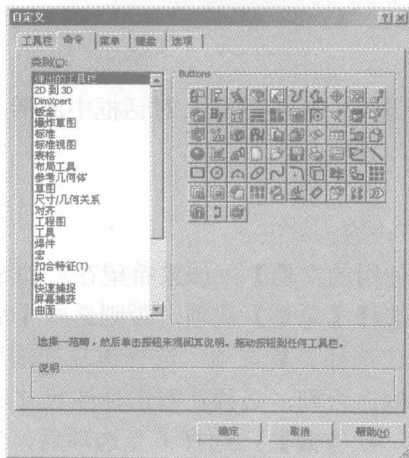

图 1-15 【Buttons】分组框
(1) 在【工具】主菜单中选取【自定义】选项或在工具栏区域单击鼠标右键, 在弹出的快捷菜单中选择【自定义】选项打开【自定义】对话框, 进入【命令】选项卡。
(2) 在【类别】列表框内选择相应的工具栏, 此时在对话框右边的【Buttons】分组框内将出现所有与所选工具栏命令有关的按钮, 如图 1-15 所示。
(3) 将鼠标指针移至所需按钮上 (此时系统将给出相应的按钮功能提示), 按下鼠标左键拖动按钮至相应工具栏内, 松开鼠标左键即完成了草图快捷按钮的调出。
(4) 若要删除按钮, 只需要将按钮从工具栏拖回按钮区域即可。
(5) 完成设置后, 单击  按钮退出【自定义】对话框。